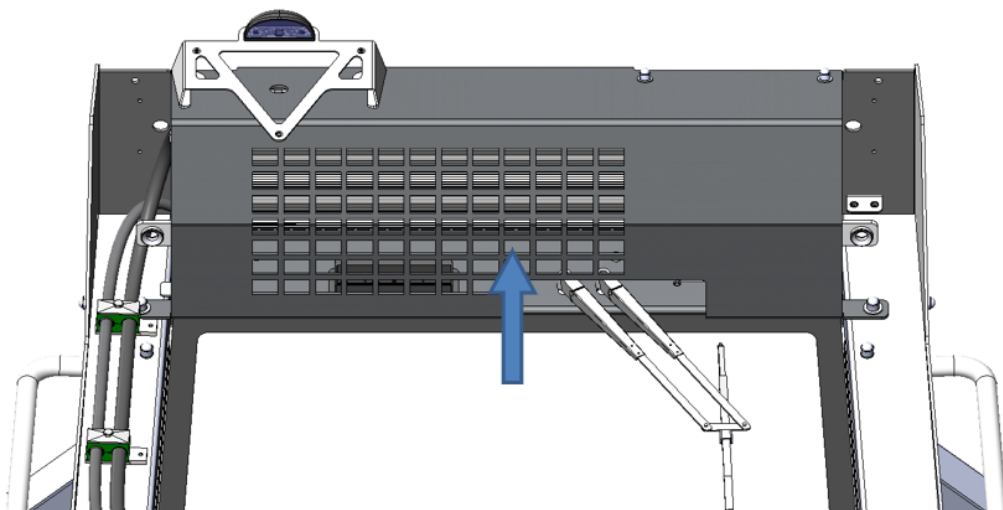

Рисунок 3.41. Конденсор системы кондиционирования воздуха
- ▶ Осмотрите конденсор на наличие загрязнений, см. рис. 3.41.
- ▶ При обнаружении загрязнений очистите конденсор сжатым воздухом в направлении стрелки снизу вверх, см. рис. 3.41.